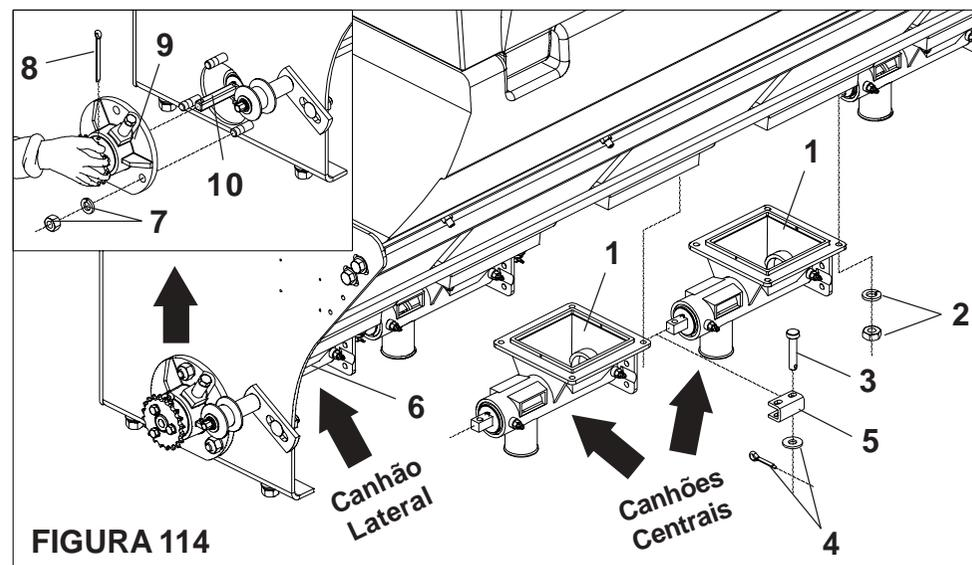

FIGURA 114
### LIMPEZA DO CONDUTOR LATERAL ( FIGURA 114 ) SPA MEGA FLEX 4000 / 4500 / 5000 / 5500
2 - Para retirar os canhões laterais (6), solte as porcas e arruelas (7), retire o contrapino (8) liberando o cubo (9) e o eixo (10) do canhão (6). Em seguida lave-os com água corrente. Monte novamente os eixos, observando a montagem correta dos canhões laterais (6), **conforme mostra a figura 114**.